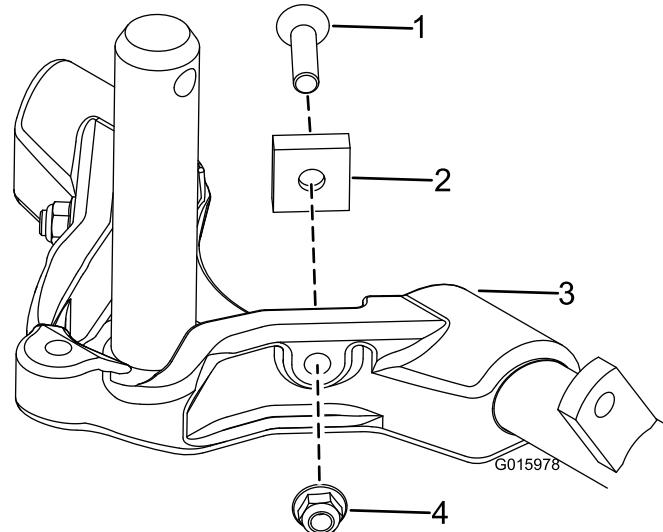
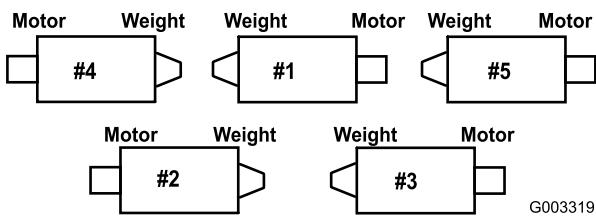

Figure 8
Figure 9
Augmentez la direction des plateaux de coupe arrière en retirant les (2) entretoises de pivot, vis à tête creuse et contre-écrous à embase (Figure 8) des bâts porteur des plateaux de coupe arrière (n° 2 et n° 3) (Figure 9).